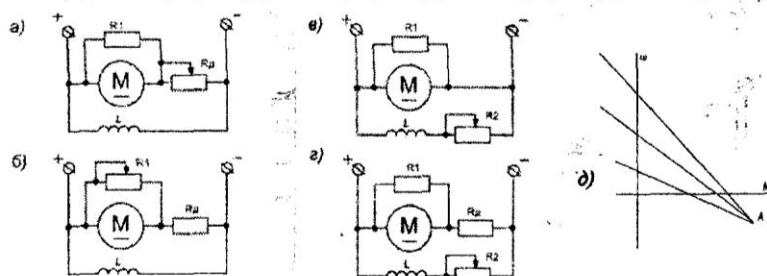

Рис. 44
1-67. Для получения механических характеристик, приведенных на рис. 44, д, двигатель постоянного тока параллельного возбуждения следует включить по схеме:
- 1) рис. 44, а; 2) рис. 44, б; 3) рис. 44, в; 4) рис. 44, г.